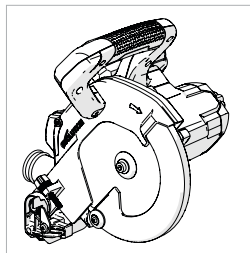

Fig. 5
- Der Schneidkopf (in der verriegelten Position, wenn aus der Verpackung entnommen) **(Abb. 5)**